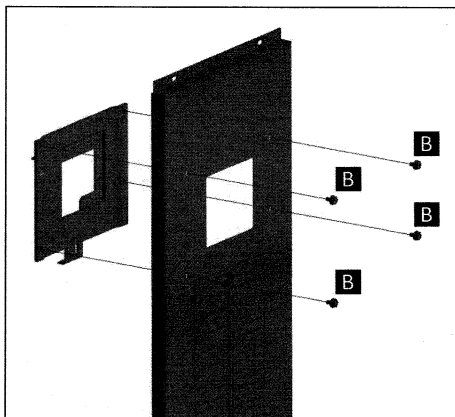

Figure 1.
Install the mechanical interlock assembly with four (B) screws according to **Figure 1** by installing screws from the back side of the trim/door.
Installer le système de verrou mécanique avec quatre vis (B) posées depuis la face arrière du panneau d'habillage/de porte comme sur la **Figure 1**.